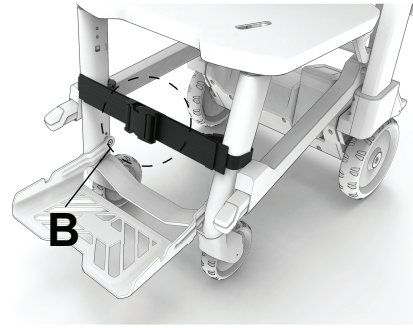

图 29 – 连接双重调节旁开扣
2. 将约束带缠绕在患者脚踝上。连接较大的双重调节旁开扣 (B) (图 29)。